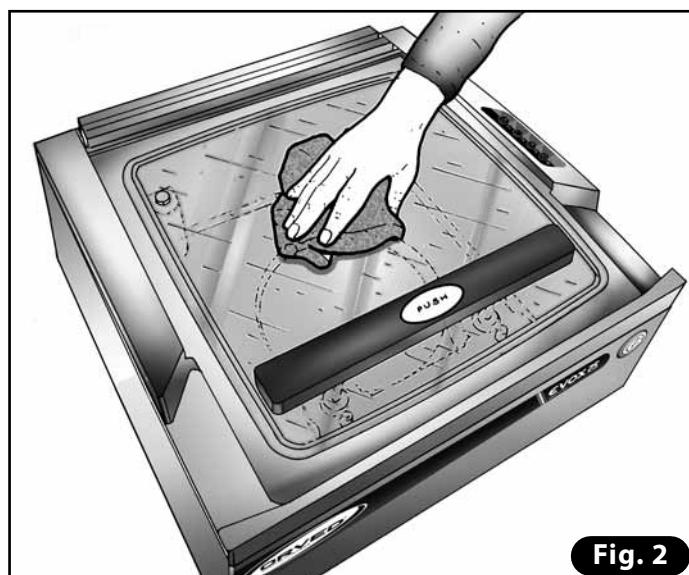

Fig. 2
8.1.4 PULIZIA COPERCHIO IN VETRO (Fig. 2)